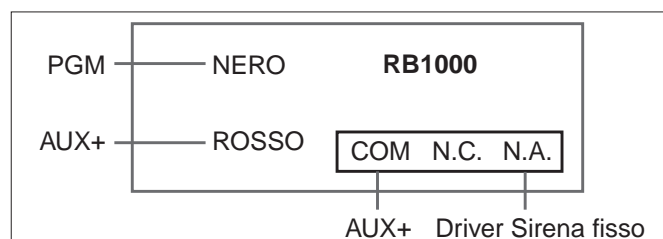

FIGURA 2-Collegamenti per suono su Trasmettitore
(4) **Suono su Trasmettitore portatile** - Programmare per fare suonare una volta l'uscita PGM quando la centrale d'allarme è inserita o due volte quando è disinserita. Eseguire i collegamenti elettrici come illustrato in Figura 2.